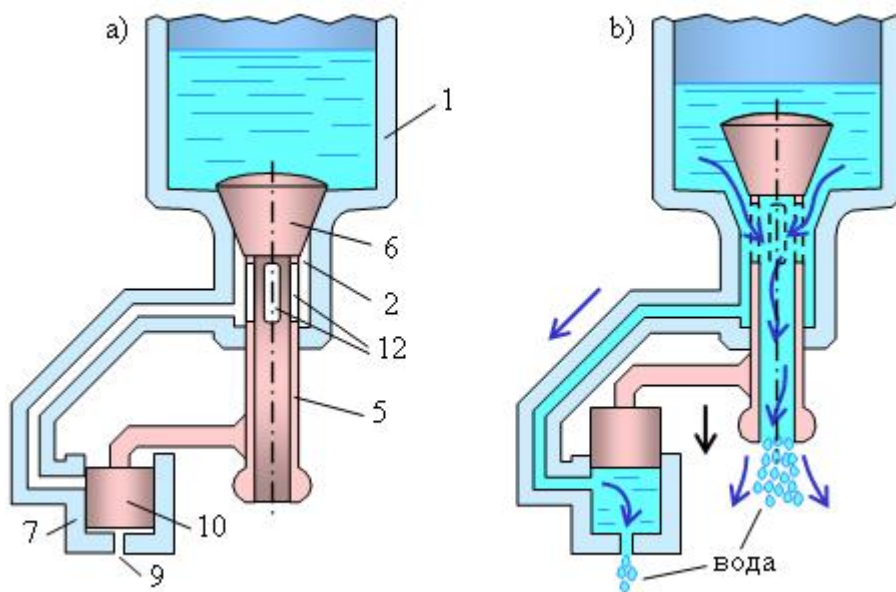
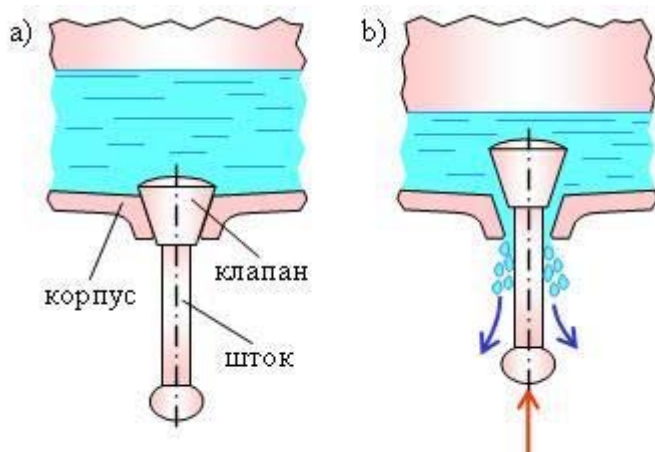
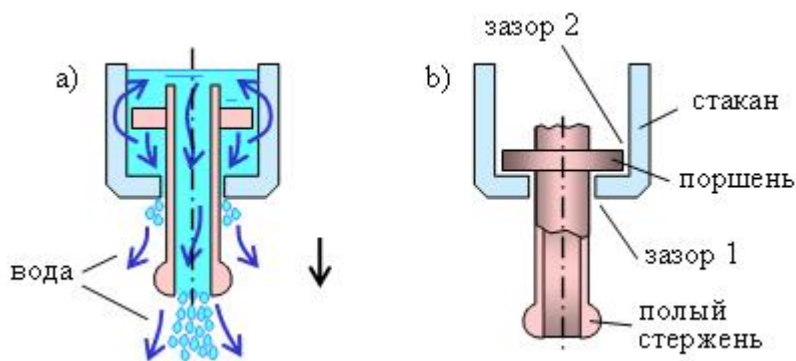
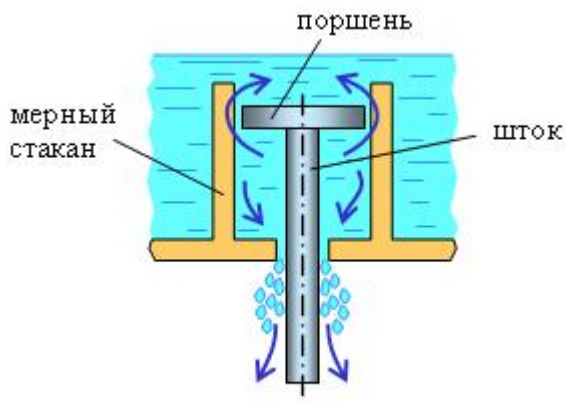

Рис. 4. Кран ручомойника с гидравлическим реле времени (схема)
Рис. 7. Кран "классического" ручмойника
Рис. 9. Гидравлическое устройство задержки времени
Рис. 11. "Сборный прототип"
Когда мы проходили тему "Ресурсы", слушательница сама предложила вместо воздуха использовать воду. Мы рассмотрели как будет работать кран с "водяным" реле времени (рис. 4). Если надавить снизу на стержень 5, то вверх поднимется клапан 6 и поршень 10, и вода струей потечет сквозь отверстие в стержне 5. Но одновременно вода попадет в стакан 7, заполнит его и начнет сочиться сквозь отверстие 9. Опуститься вниз стержень, клапан и поршень смогут только тогда, когда вся вода вытечет из стакана 7. Все это время основная струя воды будет продолжать течь, давая возможность мыть руки с удобствами. В отличие от прототипа, этот кран был предназначен только для работы с ручомойником и для водопровода не годился, но нас это вполне устраивало. Ведь потребителей этого нехитрого изделия на Руси, Беларуси и других похожих местах предостаточно...
3. Кран рукомойника с гидравлической задержкой времени (рис. 4, 5);
Составим альтернативную пару, т.е. отберем из пяти систем две, обладающие взаимно противоположными достоинствами и недостатками. Одним из кандидатов будет, безусловно, кран "классического" ручмойника - он самый простой (рис. 7).
На рис. 9 показано как работает "водяное" устройство задержки времени. Внутренняя полость стакана заполнена водой. Поршень вместе со стержнем могут опуститься вниз только тогда, когда эта вода вытечет через зазоры 1 и 2. На это необходимо некоторое время, в течение которого клапан в кране приподнят (см. рис. 4, 5, 6). При этом вода льется наружу струей сквозь полый стержень.
1. Кран "классического" ручного умывальника (рис. 7). Берем все: корпус (его легко получить литьем из пластмассы или из алюминиевого сплава), сплошной (т.е. не полый) шток и конусный клапан, их тоже нетрудно изготовить.
3. Гидравлическое устройство задержки времени (рис. 9). Между поршнем и стаканом, а также между стаканом и штоком есть гарантированные зазоры, поэтому не нужна высокая точность изготовления этих деталей. Такое конструктивное решение является хорошим ресурсом. А вот делать шток полым не следует, т.к. это сразу усложнит и удорожит конструкцию.
Кого же выбрать в пару простому и дешевому крану "классического" ручной мойки (рис. 7)? Воспользуемся "сборным прототипом" - возьмем ресурсы сразу от двух конструкций (рис. 9 и 10), ведь обе они выполняют функцию "Выдавать на руки порцию воды с задержкой времени", хотя и делают это каждая по-своему. В такой "суммарной" системе есть поршень, присоединенный к штоку, и мерный стакан. Между стаканом и поршнем, а также между стаканом и штоком есть зазоры, через которые может перетекать вода (рис. 11).